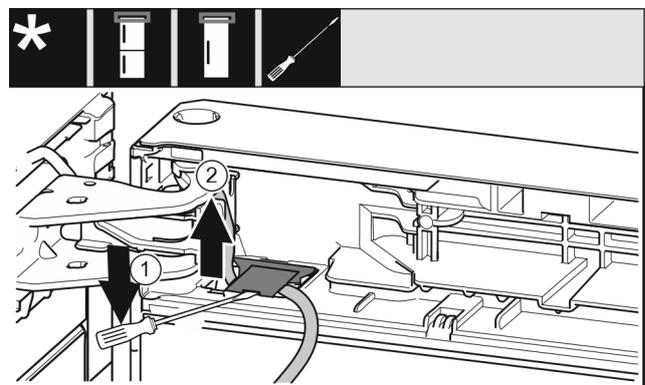

Fig. 12
- ▶ Levantar la cubierta con un destornillador plano y sacar. Fig. 12 (1)
- ▶ Sacar el cable. Fig. 12 (2)